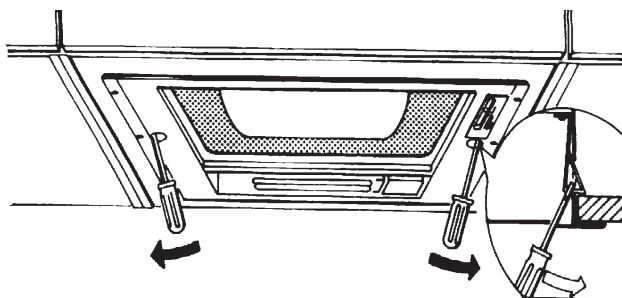

Fig. 10
- Infilare un cacciavite piatto nel foro delle molle (destra e sinistra) e premere ciascuna delle molle verso l'interno. **Fig. 10.**